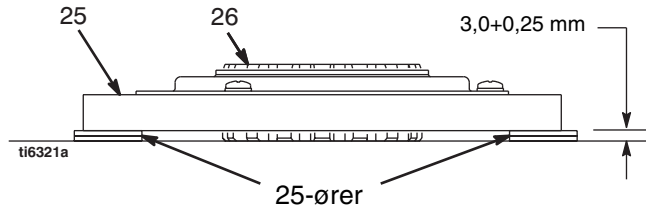

FIG. 8
1. FIG. 8. Læg to bunker med to 25-ører på en glat bænkeoverflade.
2. Læg tændspolen (25) på de to bunker.
3. Tryk midten af navet (26) ned til bænkeoverfladen.